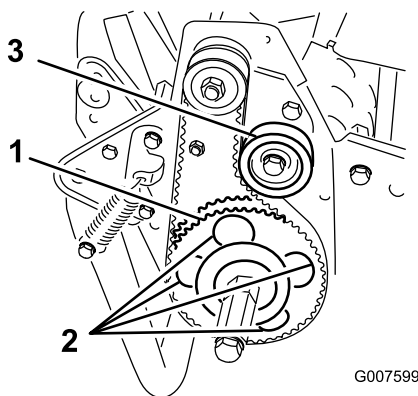

図 48
7. 受動プーリを回して、4つの穴にローラベアリングフランジネジを整列させる (図 48)。
11. ベルトの張りを調整し、アイドラプーリネジを締める（図 48）。